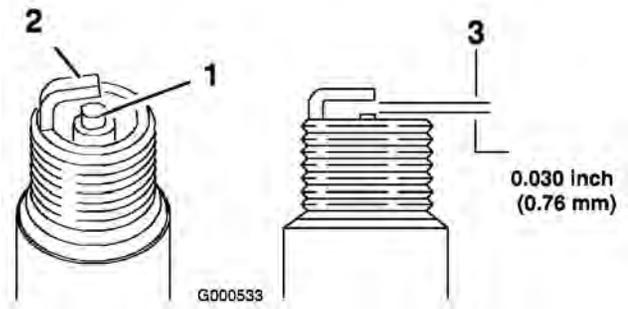

Figura 32
1. Mire la parte central de la(s) bujía(s) (Figura 32). Si se observa un color gris o marrón claro en el aislante, el motor está funcionando correctamente. Si el aislante aparece de color negro, significa que el limpiador de aire está sucio.
2. Compruebe la separación entre los electrodos central y lateral (Figura 32). Si la distancia no es correcta, doble el electrodo lateral (Figura 32).